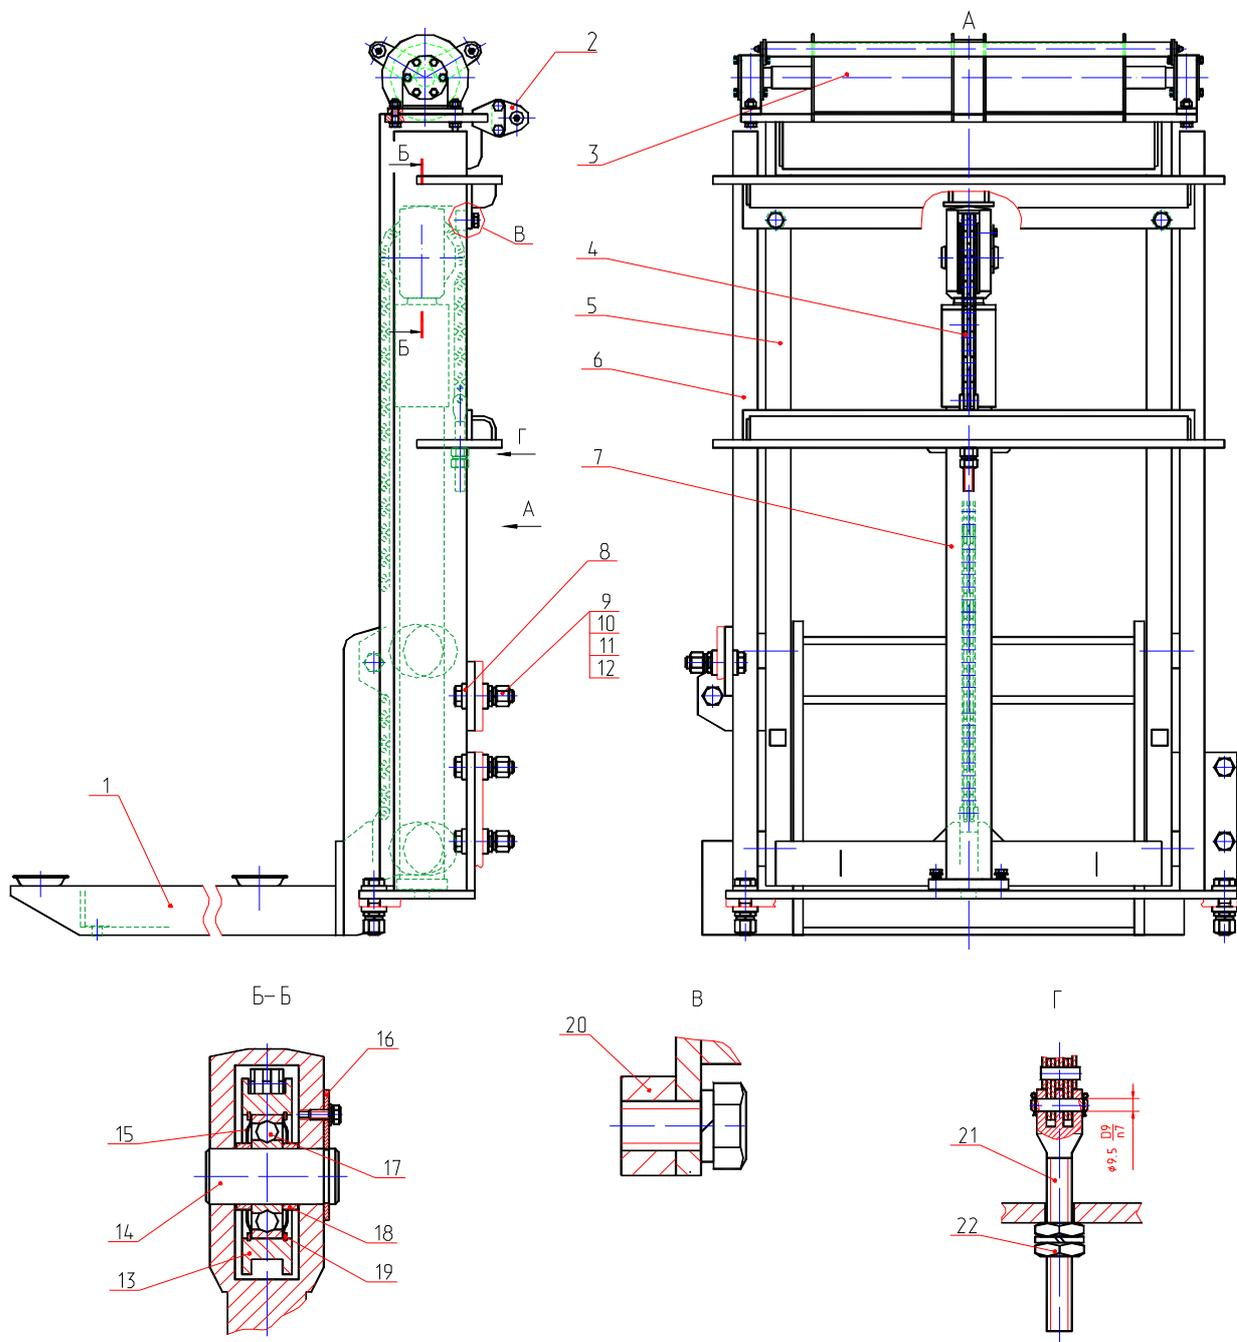

Рис. 26 Подъемный механизм
2.3 ПОДЪЕМНЫЙ МЕХАНИЗМ (РИС.26)